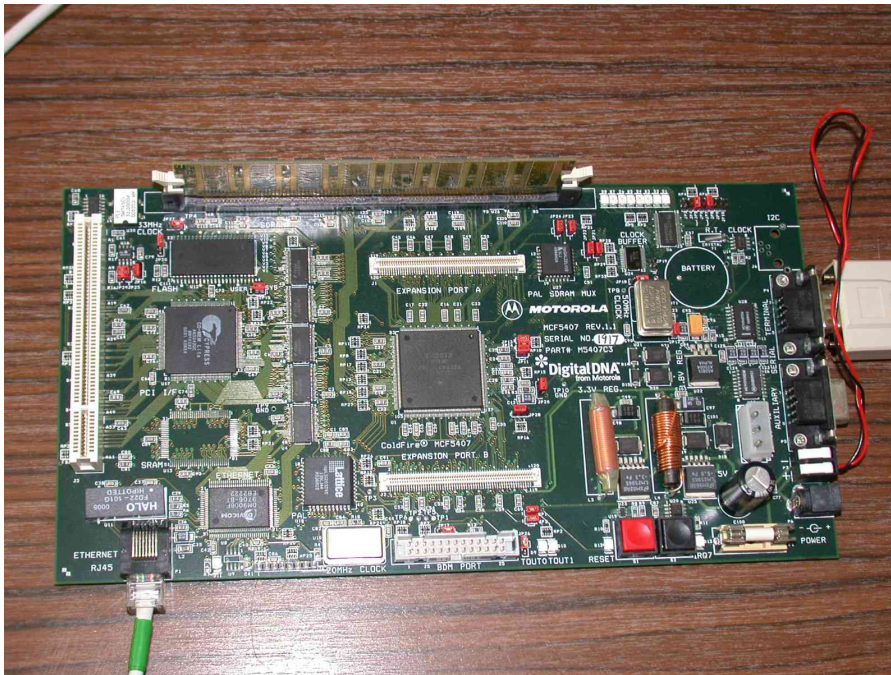

Figure 2 : Configuration du noyau  $\mu$ Clinux/ColdFire
- La carte cible est une carte d'évaluation Freescale M5407C3 à base de processeur ColdFire MCF5407 sans MMU (figure 2).